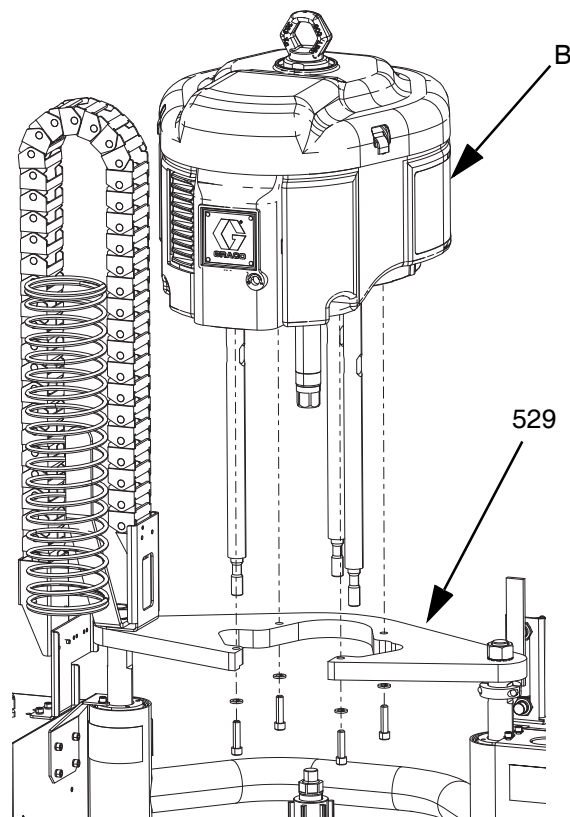

ABB. 46: Ausbau Luftmotors
6. *D60 3"-Rams*: Abbau des Luftmotors: Schrauben und Unterlegscheiben entfernen, mit denen der Luftmotor (B) an der Montagehalterung befestigt ist. Siehe ABB. 46.